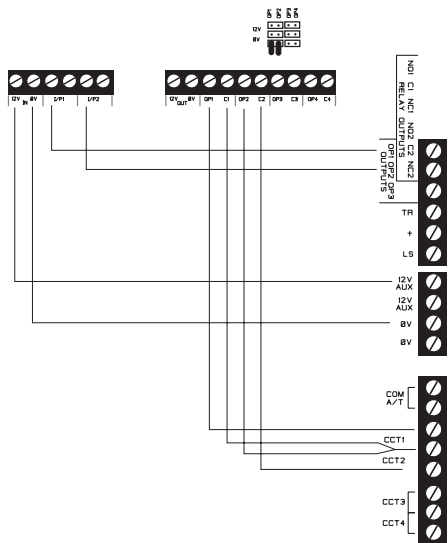

Figure 16.
7. Raccorder le module à la centrale. La figure 16 donne un exemple avec une centrale 9561.